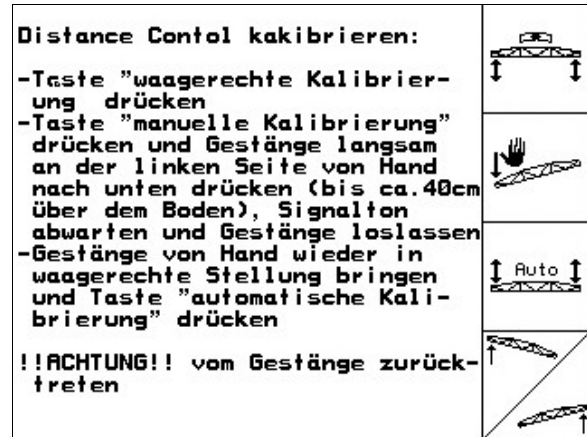

Fig. 29
1. Funktionsfeld  (Fig. 29) betätigen, um die automatische Kalibrierung zu starten.